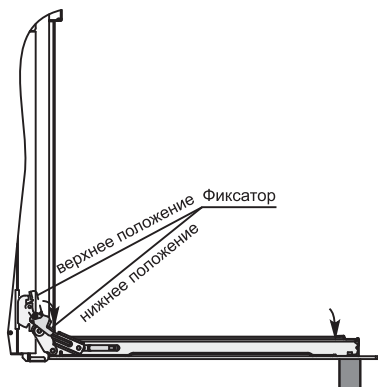

Рис. 11
Для снятия дверцы духового шкафа необходимо (см. рис. 11, 12, 13):
2. Повернуть фиксатор шарнира в крайнее нижнее положение см. рис. 11;